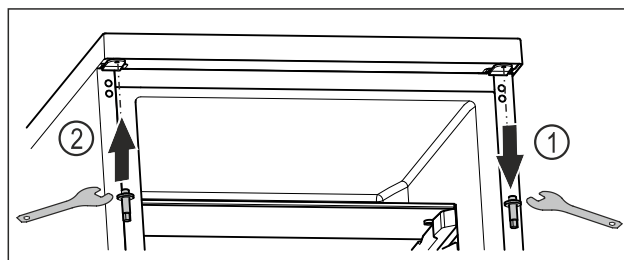

Fig. 23
- Odvrnite gornji svornjak s pomoću vanjskog šesterostranog ključa. Fig. 23 (1)
- Pritegnite svornjak na suprotnoj strani s pomoću vanjskog šesterostranog ključa. Fig. 23 (2)